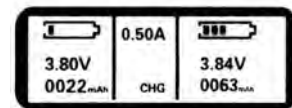

figura 1
4. (Visualice la situación como se muestra en la figura 1)